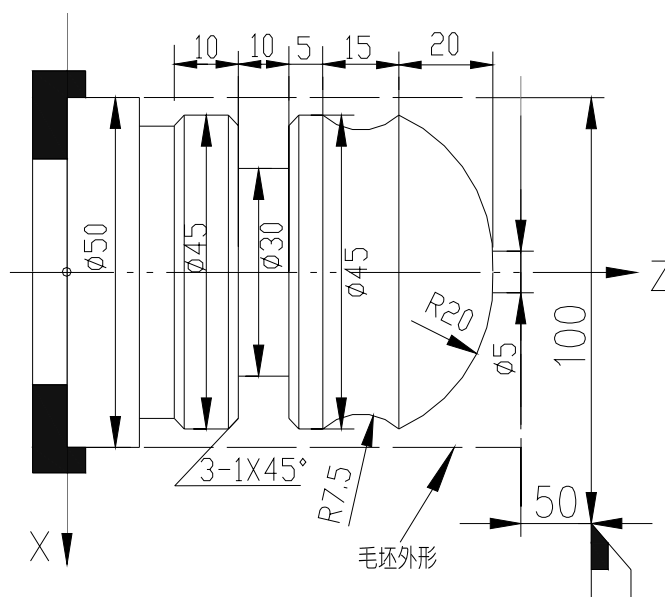

图 7-4-6 加工实例
**示例 5:** 加工下图 7-4-6 工件, 其中棒料为  $\Phi 50 \times 100$ 。用三把刀加工: 1 号刀-外圆车刀; 2 号刀-尖刀; 3 号刀-切槽刀, 刀宽 3mm。